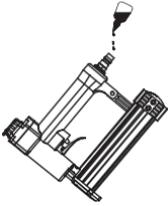

Рисунок 2
Проверьте, нуждается ли инструмент в масле, если да, добавьте две капли масла в вентиляционное отверстие (59), как показано на рис. 2. Если используется смазка auto-matic, проверьте и при необходимости добавьте масло.